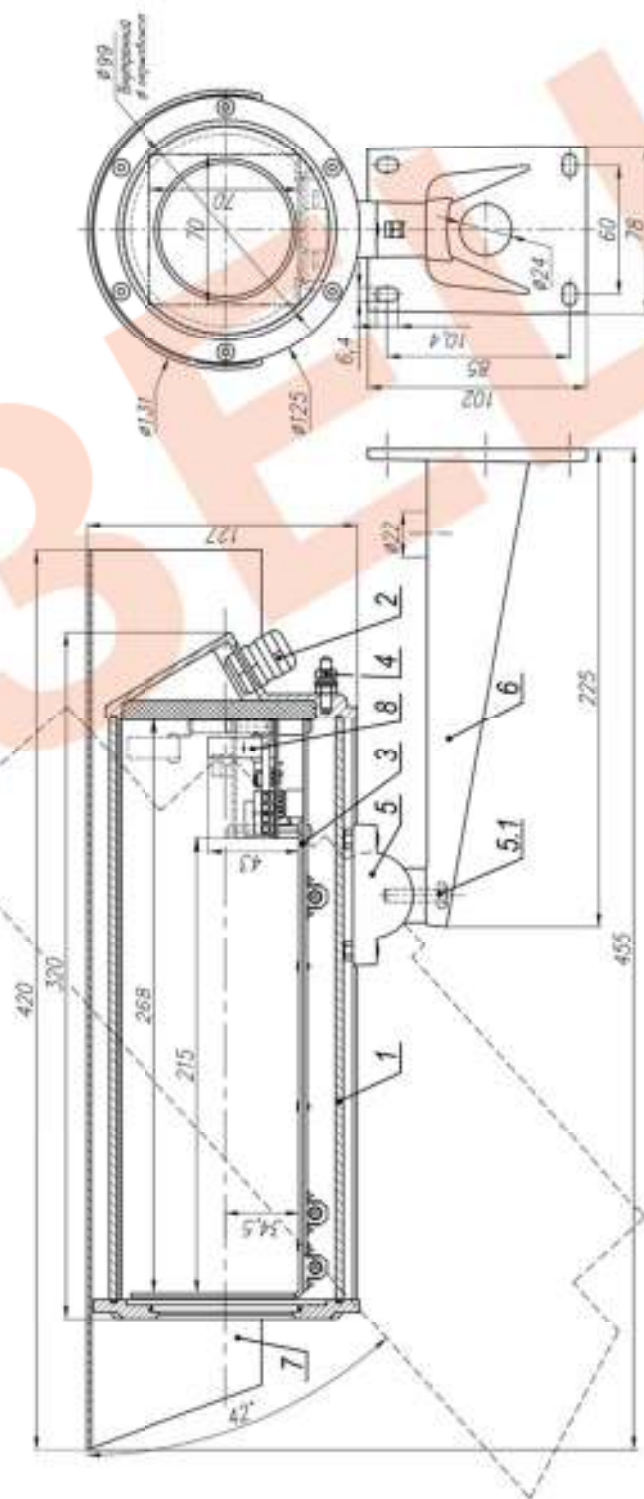

Рис.1 Состав и габаритно-установочные размеры ТГБ-7 ТВ
2. Выдвинуть модуль видеосъемки (поз.3 рис.1) из кожуха.
8. Ослабив болт фиксации шарнира (поз.5.1 рис.1), установить термокожух на нужное направление обзора, после чего надежно зафиксировать шарнир затянув болт.
9. Заземлить термокожух с помощью болта заземления (поз.4 рис.1).
В состав изделия входят (см. рис.1):